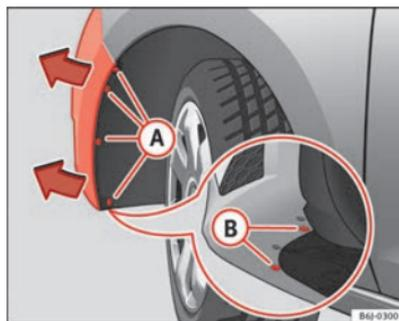

Fig. 172 Faro antiniebla: acceso al conector y al portalámparas
- Retire los 4 tornillos (A) ⇒ fig. 172 del interior del pasa rueda y los 2 tornillos inferiores (B) ⇒ fig. 172 del parachoques precisando para ello de un destornillador. ▶